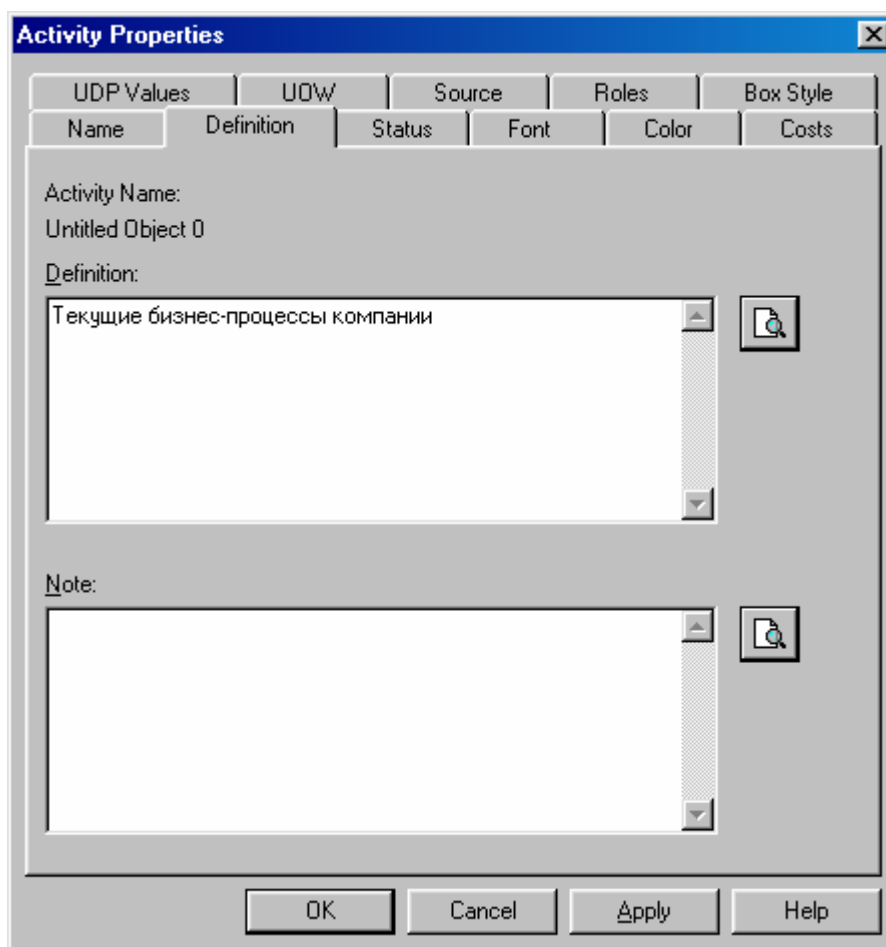

Рисунок 2.10 – Внесение дополнительных данных о работе
- **Definition** (*Определение*) внесите "Текущие бизнес-процессы компании" (рисунок 2.10);